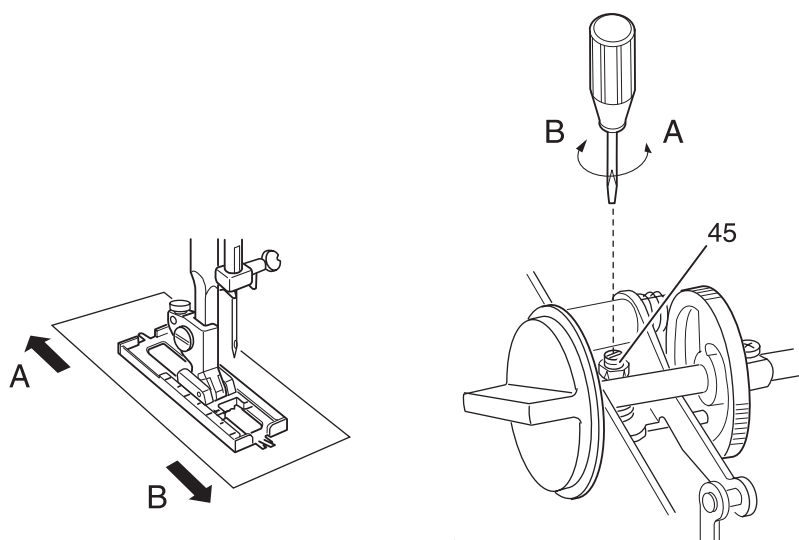

Рис. 35
- Если транспортер перемещает ткань вперед, в направлении стрелки “А”, то винт 45 следует слегка повернуть в направлении стрелки “А” (рис. 35).